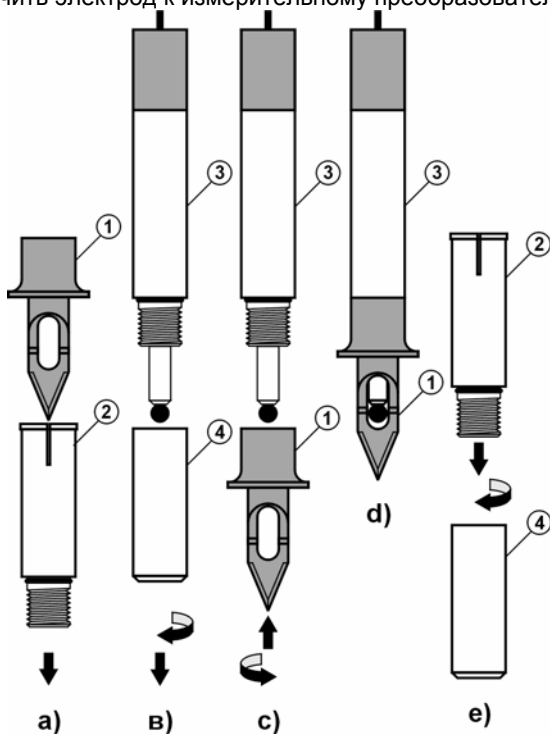

Рис. 1
4.3 На корпусе электрода (поз.3 рис.1) имеется резьба для присоединения ножевого устройства (поз. 1 рис.1) или стаканчика для растворов (поз. 4. рис.1).
4.4 Для предохранения от травм и повреждения имущества при транспортировке и в промежутках между измерениями на ножевое устройство электрода надевается защитный чехол (поз.2 рис.1).
6.2 Отвернуть и снять с электрода стаканчик с кондиционирующим раствором (поз.4 рис.1в). Для предотвращения выливания раствора из стаканчика электрод следует держать вертикально.
6.3 Снять с ножевого устройства защитный чехол (рис. 1а).
6.4 Закрыть стаканчик с кондиционирующим раствором (поз.4 рис.1е), ввинтив в него защитный чехол (поз.2 рис.1е).
6.9 Комплект готов к эксплуатации (рис.1д).
6.10 По окончании работы устройство следует разобрать в порядке обратном описанному (рис.1). В стаканчик (поз.4 рис.1в) должен быть залит раствор для кондиционирования (3М KCl).
- в качестве емкости для буферных растворов может применяться стаканчик (поз.4 рис.1). При смене растворов его следует тщательно промывать дистиллированной водой и осушать фильтровальной бумагой;
8.5 Для предохранения от травм и повреждения имущества при транспортировке и в промежутках между измерениями на ножевое устройство электрода следует надевать защитный чехол (поз.2 рис.1).